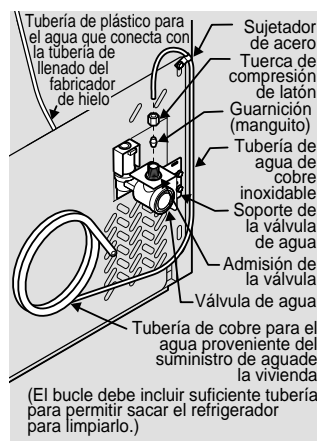
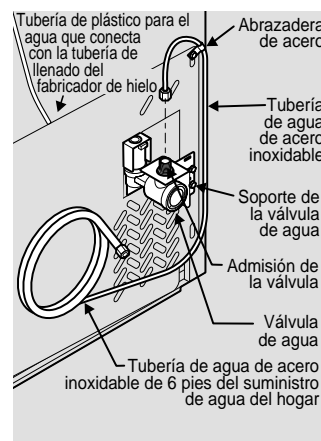

Figura 1
Figura 2
4. Si utiliza tuberías de cobre, deslice la tuerca de compresión de latón y la guarnición (manguito) en la tubería de suministro de agua. Inserte la tubería de agua en la admisión de la válvula de agua tan adentro como sea posible ($\frac{1}{4}$ " / 6,4 mm). Inserte la guarnición (manguito) en la admisión de la válvula y apriete a mano la tuerca de compresión en la válvula. Apriete media vuelta adicional con una llave. NO apriete demasiado. Vea la figura 1. Si utiliza tuberías de acero inoxidable, la tuerca y la férula ya están colocadas en la tubería. Deslice la tuerca de compresión sobre la admisión de la válvula y apriétela a mano. Apriete media vuelta adicional con una llave. NO apriete demasiado. Vea la figura 2.